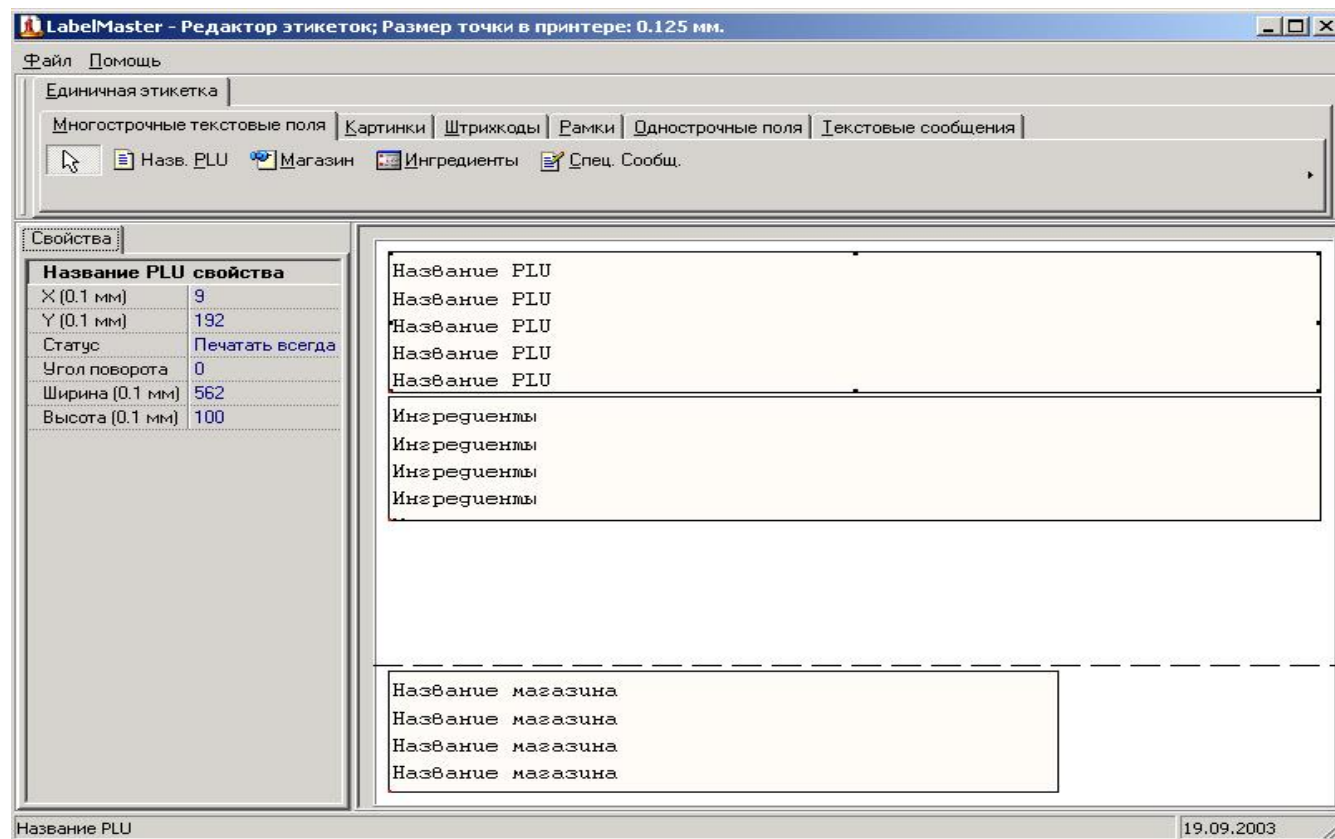

Рис.2 Многострочные текстовые поля.
2.2.1 Многострочные текстовые поля (рис.2) – поля данных со свойствами товара, которые могут содержать более одной строки текста. Текстовые данные для печати в этих полях загружаются в весы с компьютера, используя программное обеспечение для загрузки данных в весы, или вводятся с клавиатуры весов.